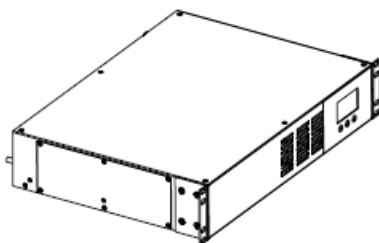

Figure 3
4. Réinstallez le panneau de batterie sur l'onduleur, à l'aide des six vis d'ancrage (FIG. 3).